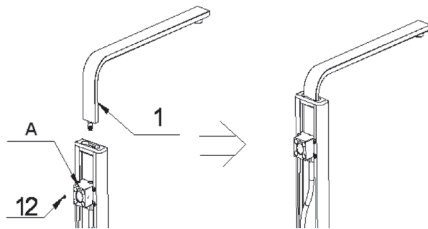

Рис.8
5. Установите изогнутую трубу (1) к выходу (A) на задней стороне корпуса душевой стойки (3) (рис.8), а затем прикрепите ее винтом (12) к корпусу душевой стойки (3). (рис.8).